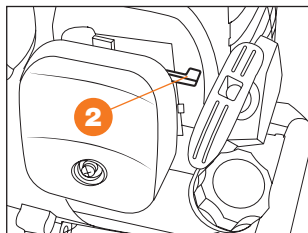

Рис. 15
- При запуске холодного двигателя закройте воздушную заслонку карбюратора. Для этого рычаг управления воздушной заслонкой **2** переведите в верхнее положение **ЗАКРЫТО** |↖| (Рис. 15). При запуске прогретого двигателя, заслонку не закрывайте.
- После того, как двигатель заведется дайте ему прогреться 5-10 сек. и переведите рычаг воздушной заслонки в положение **ОТКРЫТО** |↑| (Рис. 15).